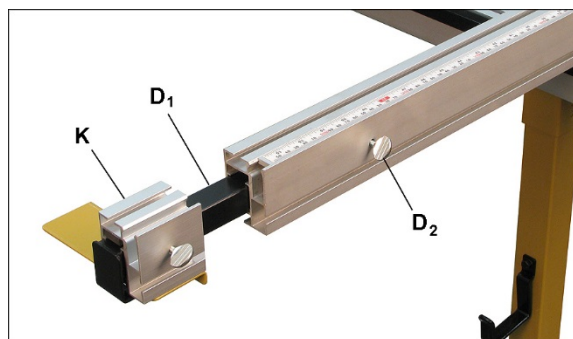

Рисунок 7-26
8. Полностью вытяните штангу удлинения (D₁, рисунок 7-26) из упора. Установите на штангу стопор удлинения (K), надев его с противоположного конца.
1. Выдвиньте из упора штангу удлинения со стопором (см. К, рисунок 7-26).